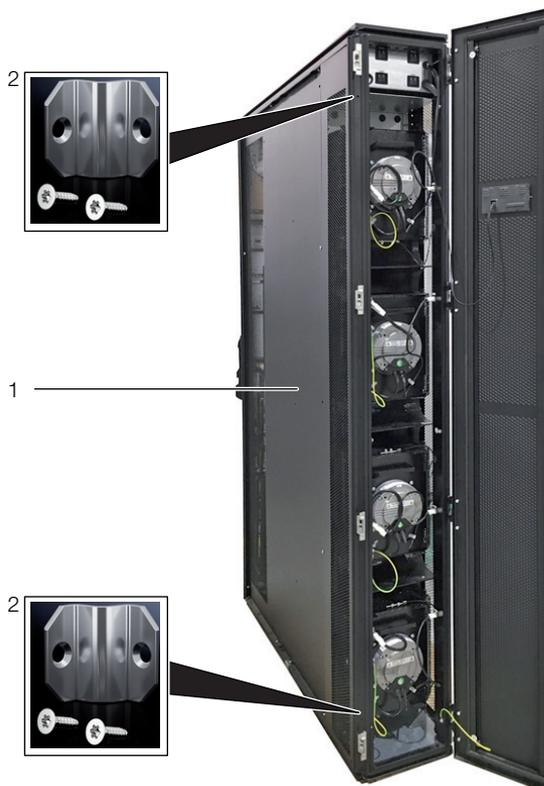

Fig. 15 : LCP Rack DX – face arrière
- Fixez à chaque fois deux attaches de juxtaposition (fig. 15, pos. 2) avec les vis correspondantes au niveau des points de fixation prévus à cet effet au niveau des barres de montage à l'avant et à l'arrière du LCP DX (fig. 15, pos. 1).